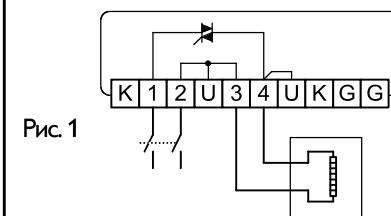

Рис. 1
#### Напряжение питания (Рис. 1)
#### Нагрузка (Рис. 1)
- Рис. 1: Электрическая схема подключения питающего напряжения и нагревателя.